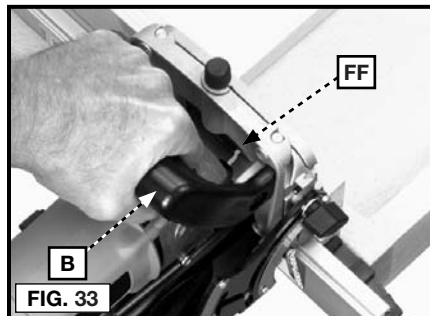

FIG. 33
6. Posicione la máquina sobre la pieza de trabajo de manera que la parte inferior de la base esté contra el borde recto y la muesca de guía (FF), Fig. 33, alineada con la línea central de una ranura. Ejercer presión sobre el mango auxiliar (B), Fig. 33, para sujetar la máquina firmemente en su sitio.
**NOTA:** Ensamble todas las juntas y verifique las alineaciones antes de aplicar cola (ver la Fig. 33).